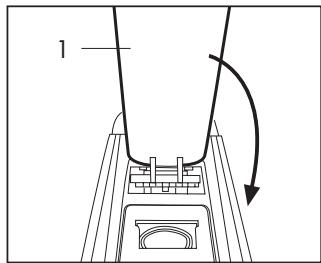

Fig. 10
- Cierre completamente la palanca (1) (**Fig. 10**)